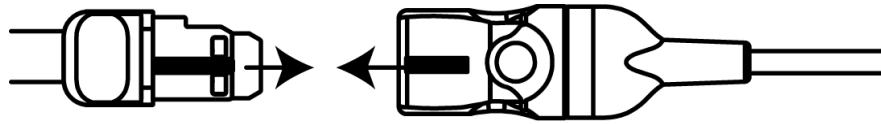

Figure 12-13 Connexion d'un capteur au câble du préamplificateur
- 3 Placer le connecteur du capteur en face du connecteur du câble destiné au capteur et aligner les repères figurant sur chacun d'entre eux (figure 12-13).